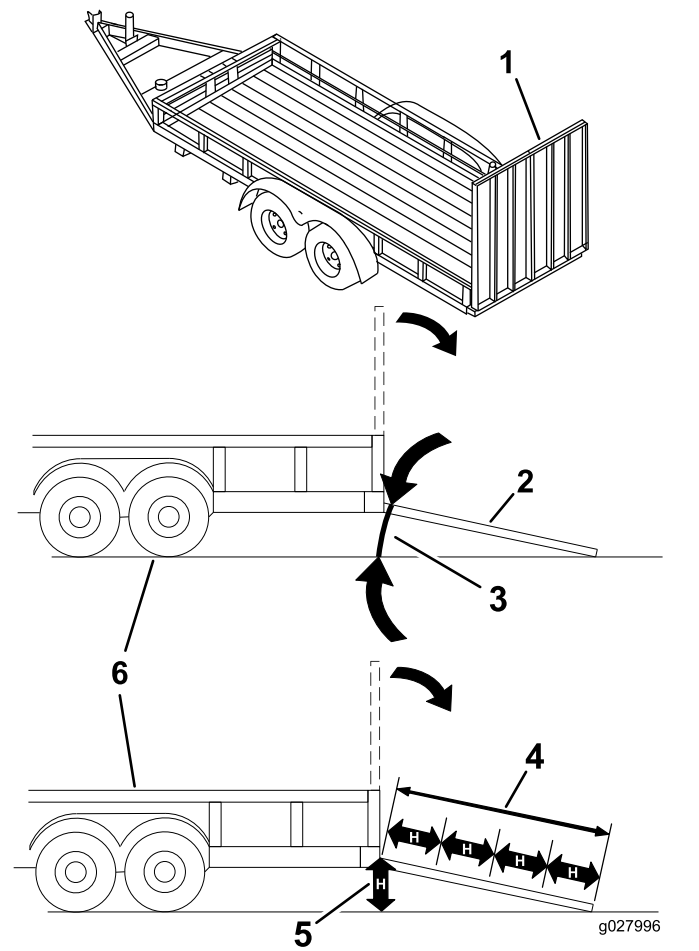

Figure 31
Le chargement de la machine sur une remorque ou un camion augmente le risque de basculement, et donc de blessures graves ou mortelles (Figure 31).
3. Abaissez la rampe pour que l'angle avec le sol ne dépasse pas 15 degrés (Figure 31).
1. Abaissez la rampe pour que l'angle avec le sol ne dépasse pas 15 degrés (Figure 31).